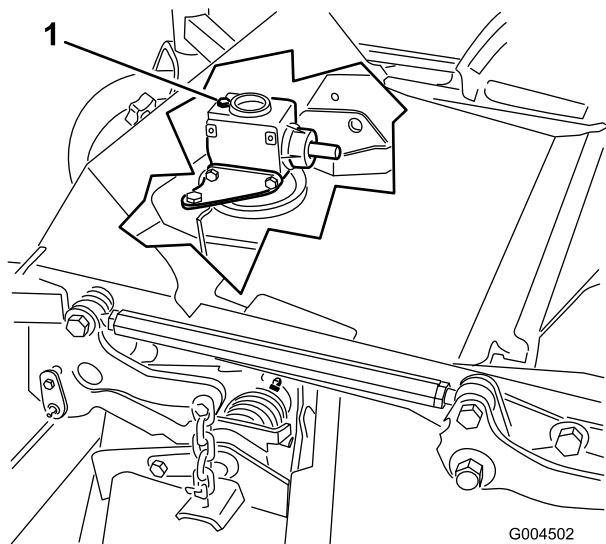

図 44
6. ギア・ボックスの上部についているディップスティック兼給油プラグ(図 44)を取り、オイルの量が、ディップスティックについている2本のマークの間にあることを確認する。
6. ギア・ボックスの上部についているディップスティック兼給油プラグ(図 44)を取る。